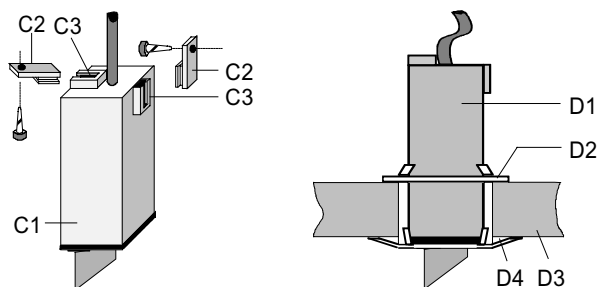

Bild 4: Montage des Empfängers
Allgemeine Beschreibung (Bild 4)
- Beim Helligkeitssensor GE 252 kann der Empfänger auch auf einem Montageträger befestigt werden (siehe Bild 4).